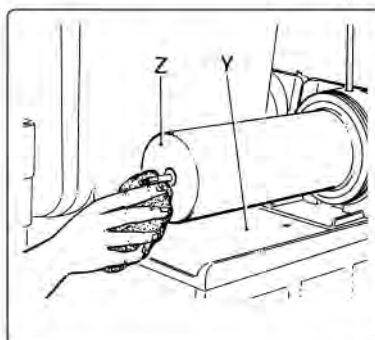

Fig. 15
- e)** Lavare accuratamente ogni singola parte, pulire bene il piano (Y) e l'evaporatore (Z) (vedi fig. 15).